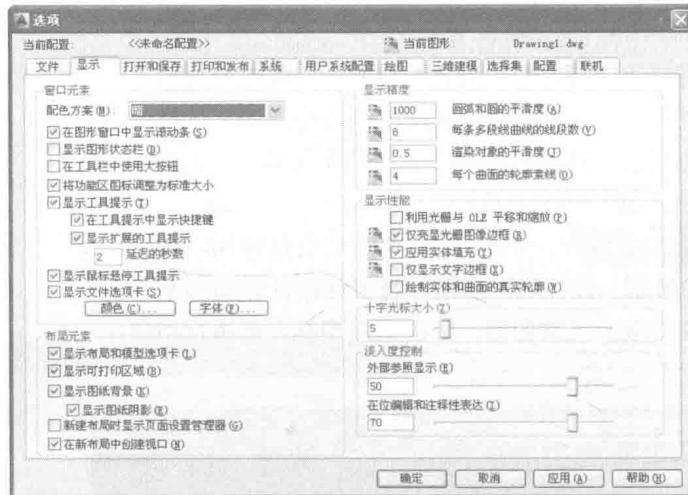
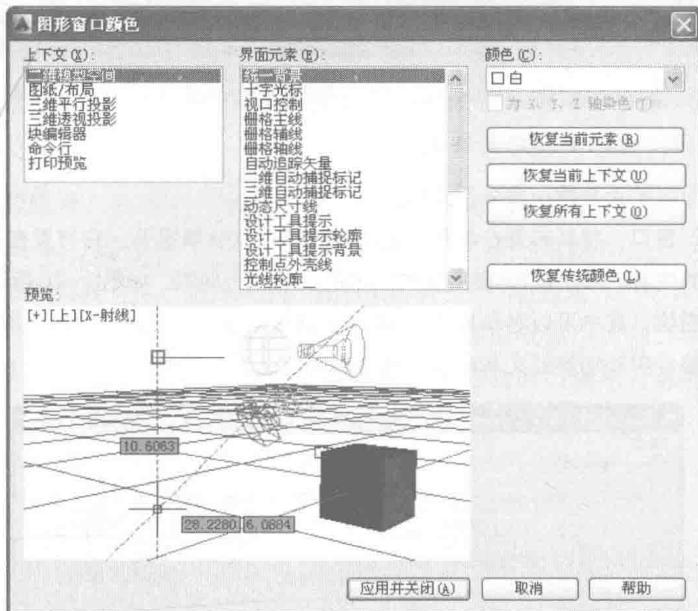

图 1-13 “显示”选项卡
图 1-14 “图形窗口颜色”对话框
在绘图窗口中选择“工具”菜单中的“选项”命令，弹出“选项”对话框。切换到“显示”选项卡，在“十字光标大小”选项组的文本框中直接输入数值，或者拖动文本框右侧的滑块，都可对十字光标的大小进行调整，如图 1-13 所示。
**01** 在如图 1-13 所示的选项卡中单击“窗口元素”选项组中的“颜色”按钮，打开如图 1-14 所示的“图形窗口颜色”对话框。